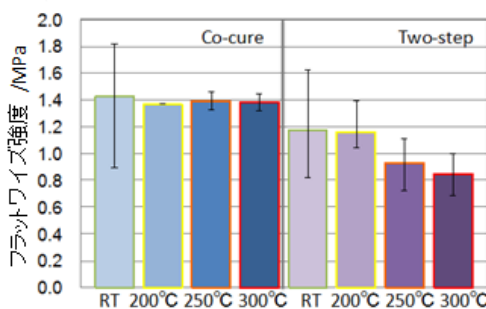

図2 フラットワイズ強度
- ▶ 測定結果 両成形条件で作製したパネルで、高いフラットワイズ強度を示すことが確認されました（図2）。また、300℃でもフラットワイズ強度、曲げ剛性、及び曲げ強度を維持することが確認されました。これらの結果から、本サンドイッチパネルは耐熱部材としての適用可能性が示唆されました。